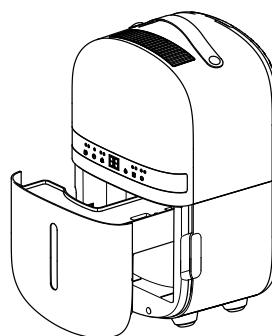

Abb. 2
1. Das Wasserbehälter (5) ist zu entleeren, sobald am Gerät die Kontrolllampe (2g) aufleuchtet und nach jedem Ausschalten des Gerätes.
2. Ergreifen Sie mit beiden Händen die Handgriffe zum Ausziehen des Behälters und ziehen Sie es energisch aber behutsam aus dem Gehäuse (Abb. 2).